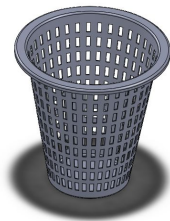

图 6-74 完成模型
(2) 得到完成圆角的模型，结果如图 6-74 所示。这样，一个塑料筐就制作完成了。